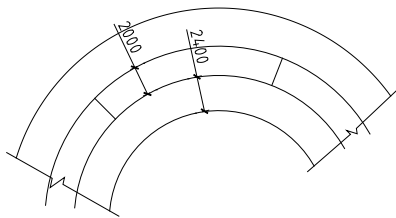

图3-46 偏移圆弧
- 03** 调用O（偏移）命令，选择圆弧向内偏移，如图3-46所示。